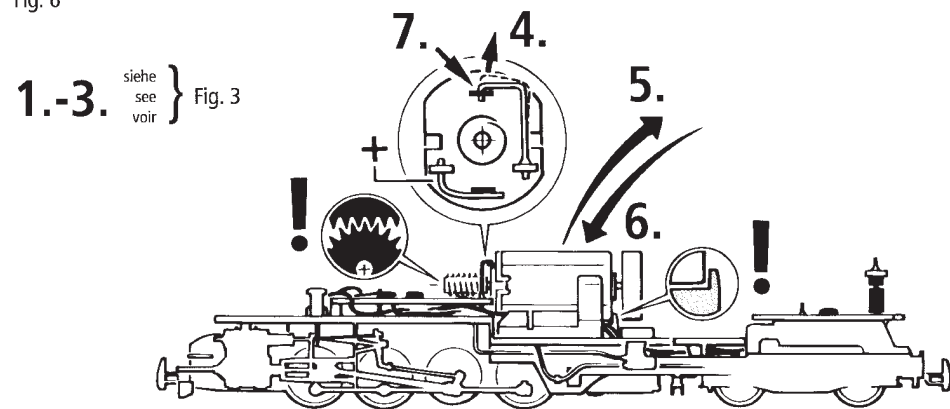

Fig. 7
**2. Schmierung:** Versehen Sie die im Schmierplan in Fig. 7 gekennzeichneten Stellen mit nur **kleinen Öltropfen**. Dazu zuerst das Lokgehäuse abnehmen (Fig. 3). Wir empfehlen den **ROCO Öler Art.-Nr. 10906**. Fürs Schmieren der Getriebeteile (Zahnräder, Schnecke) empfehlen wir das **ROCO-Spezialfett Art.-Nr. 10905**. Im Falle der Schmierung diese Teile **nicht ölen**.
**2. Lubrication:** Apply **tiny oil drops** to spots marked in fig. 7. Prior to lubrication dismantle locomotive (fig. 3). We recommend using item no. **10906, Roco oiler**. For lubrication the gearparts (e.g. cogwheels, worm) we should recommend our Roco **special grease** (item no. **10905**).
**2. Graissage:** N'appliquez **qu'une toute petite goutte** aux endroits indiqués par le plan de graissage (fig. 7+8) après avoir démonté la caisse de la locomotive (fig. 3). Nous vous recommandons le **graisseur à huile Roco réf. 10906**. Pour graisser les engrenages (roues dentées, vis sans fin) nous vous conseillons la **graisse spéciale Roco réf. 10905** pour engrenages en matières synthétiques. Lorsque vous utilisez cette graisse il faut éviter d'huiler ces composants.